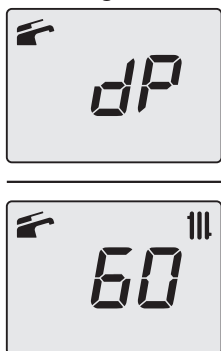

Figura 9.26
- Premendo ulteriormente il tasto 14 (Figura 9.20) è possibile variare nuovamente la potenza in modalità spazzacamino: con visualizzazione sul display LCD delle lettere **dP** che si alternano con il valore di temperatura dell'acqua di riscaldamento (es.**60**), siamo "funzione spazzacamino" alla potenza massima in sanitario" (Figura 9.26);